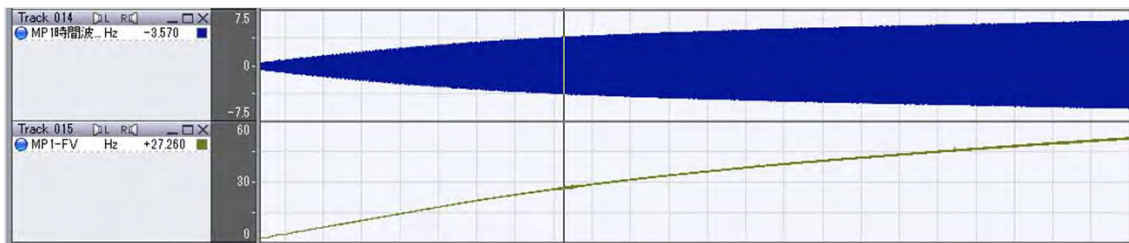

図 4 MP1 からの時間信号を F/V 変換した結果
1. MP1 と MP3 の時間波形を F/V コンバータ（信号処理メニュー）を使って、**瞬時周波数**の時間信号を求める。（図 4）